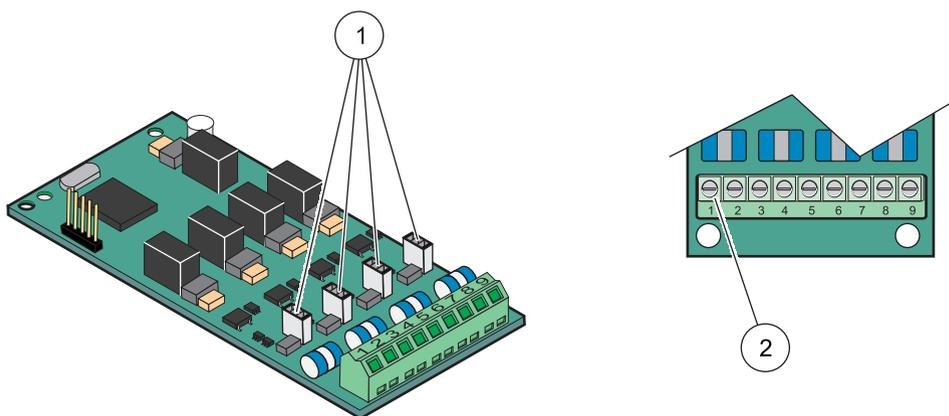

Figura 22 Impostazione ponticello e connessioni cavo della scheda di input (YAB018)
4. Inserire il cavo attraverso la base del modulo e preparare ed inserire correttamente ciascun filo nei terminali in accordo a Figura 22 e Tabella 5. Dopo ogni inserimento, tirare leggermente il filo per controllare che il collegamento resista.